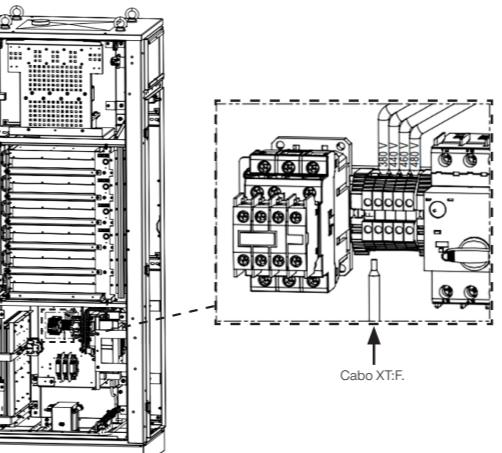

Figura 5.3: Ajuste da tensão da rede de alimentação
2. Localize o conjunto de bornes XT na parte inferior da estação (Figura 5.3).